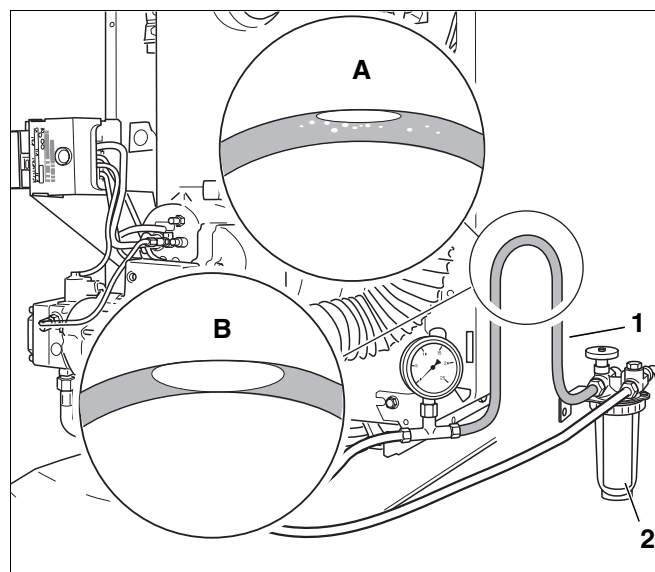

Рис. 37 Вертикальная петля прозрачного шланга
- Соединить прозрачный шланг (рис. 37, поз. 1) со всасывающей линией за топливным фильтром (рис. 37, поз. 2).
- Сделать из прозрачного шланга вертикальную петлю так, как показано на (рис. 37).
- Проверить размеры воздушного пузырька, образовавшегося в шланге (рис. 37, вид А и В).
Топливопровод достаточно герметичен, если воздушный пузырек в верхней части шланга имеет небольшие размеры (рис. 37, вид А).
Большой воздушный пузырек (рис. 37, вид В) говорит о том, что на всасывающей линии и/или в местах подключений имеются неплотности.